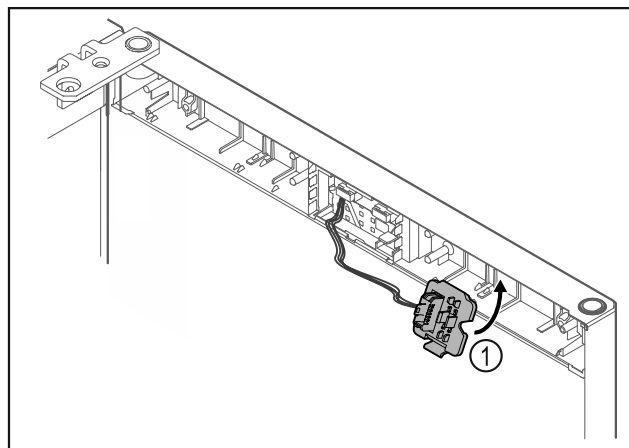

Fig. 24
- Zaklapněte držák zástrčky Fig. 24 (1) na protější straně.